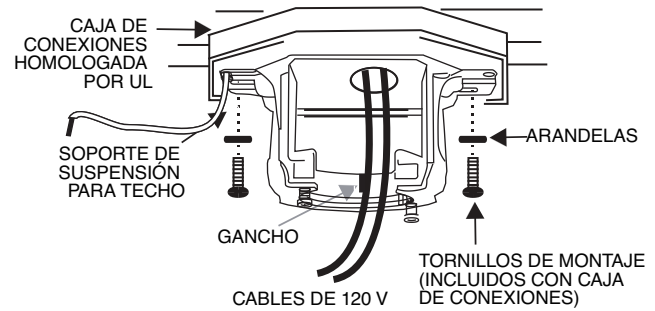

FIGURE 5
1. Pase los cables de alimentación de 120 voltios por el orificio central del soporte de suspensión, tal como se muestra en la fig. 5.